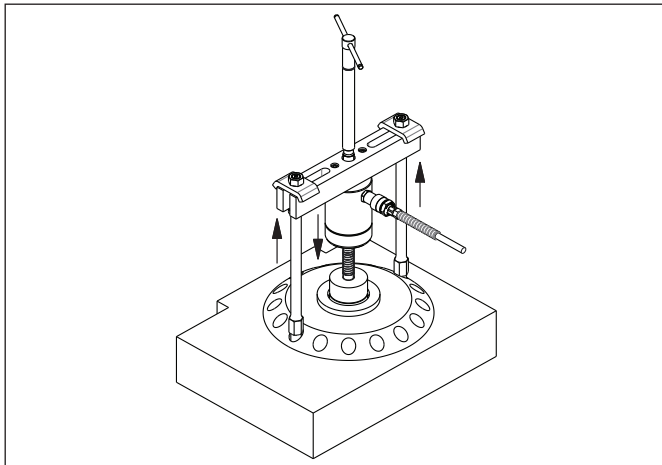

Figure 11. Extracteur à tirants (typique)
L'extracteur à tirants peut être utilisé indépendamment ; il suffit d'en fixer les jambes directement à la pièce de travail à extraire (voir la Figure 11). Dans ce cas, les jambes de l'extracteur doivent être filetées directement sur la pièce de travail (reportez-vous à la section 11.7 pour connaître les spécifications du filetage). L'extracteur à tirants peut aussi être utilisé conjointement avec le séparateur de palier (voir la section 7.5) ou l'extracteur intérieur (voir la section 7.6).
- Installez l'extracteur sur le palier, la poulie ou tout autre élément à retirer. Alignez les jambes de l'extracteur. Voir Figure 11.